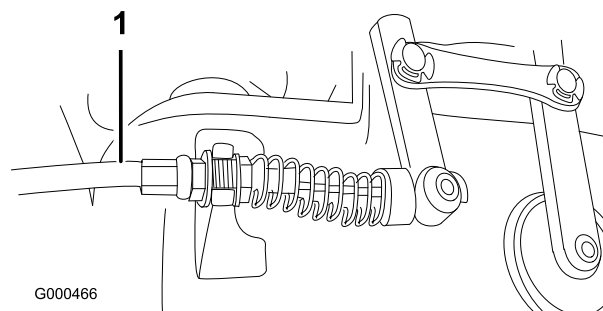

Figura 43
2. Para aumentar la tensión del cable, afloje la contratuerca delantera del cable y apriete la contratuerca trasera del cable (Figura 43) (situada encima de la caja de engranajes) hasta que la fuerza del cable del molinete añada de